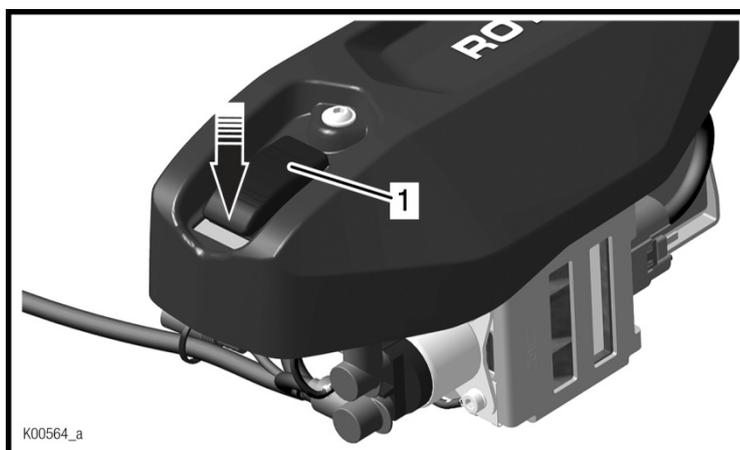

Fig. 6
- ➡ スイッチを押す、ライトが点灯してスターターが準備完了、エンジンが始動するまでスイッチを押す。(Fig. 6)